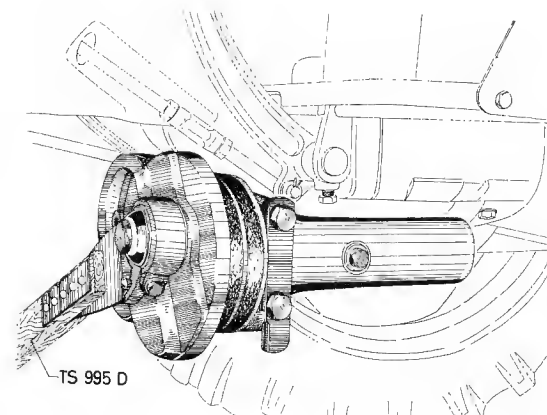

Abb. 12
11. Die **Treibstange** TS 995 D wird an der Kurbelscheibe befestigt, wobei das Klemmband der Treibstange über das Treibstangenlager geschoben und die nach unten zeigende Klemmschraube gut angezogen werden muß (Abb. 12).